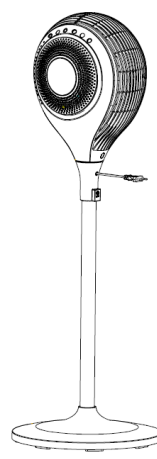

Рисунок 4
5. Поставьте вентилятор на пол и включите его. (Рисунок 4)